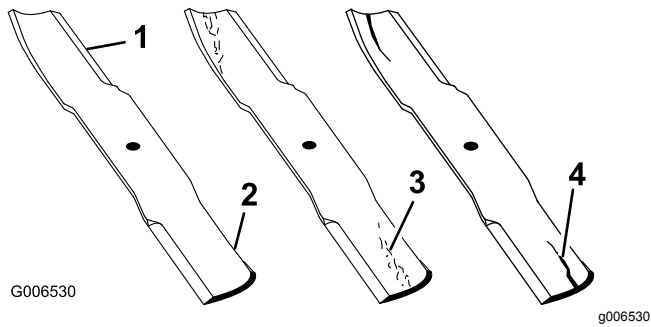

Figure 46
1. Examinez le tranchant des lames (Figure 46). Si les tranchants sont mal affûtés ou présentent des indentations, déposez et affûtez les lames; voir Affûtage des lames.
2. Inspectez les lames, surtout la partie relevée (Figure 46). Remplacez immédiatement toute lame endommagée, usée ou qui présente une entaille (repères 3 et 4 de la Figure 46).